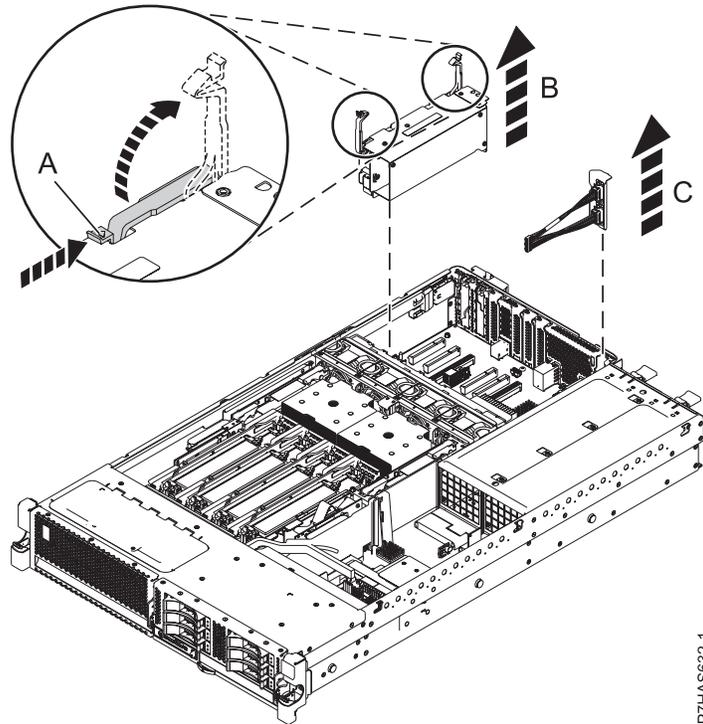

Abbildung 6. Ausbau eines GX-Adapters (FC EJ0G) aus einem System
13. Wenn sich das System in der Serviceposition befindet, entriegeln Sie die Verriegelungen (A) am GX ++-Adapter (Feature-Code (FC) EJ0G), wie in Abb. 6 auf Seite 9 dargestellt.
14. Ziehen Sie die Verriegelungen (A) gleichmäßig nach oben in die geöffnete Position, fassen Sie den Adapter (B) an den Verriegelungen und heben Sie den Adapter aus dem System aus GX-Steckplatz 2 (P1-C8).
- Fassen Sie den 2-Port-SPCN-Kabelsatz (C) für FC EJ0G vorsichtig an der oberen Adapterkassettenhalterung und heben Sie ihn aus dem System aus GX-Steckplatz 1 (P1-C1) heraus (siehe Abb. 6).